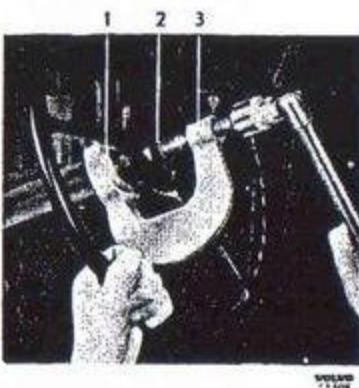

Bild 95. Demontering av raff.
3. Skruva av raffmullen (1). Dra av rallen med avdragarverktyg enligt bild 95.
4. Dra av raffen med avdragarverktyg enligt bild 95.